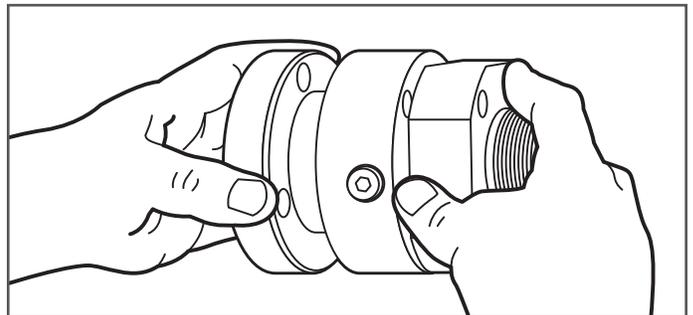

Figura 7-9
10. Separe las tres secciones del acoplamiento de tuberías DoubleTrac®. (Figura 7-9)